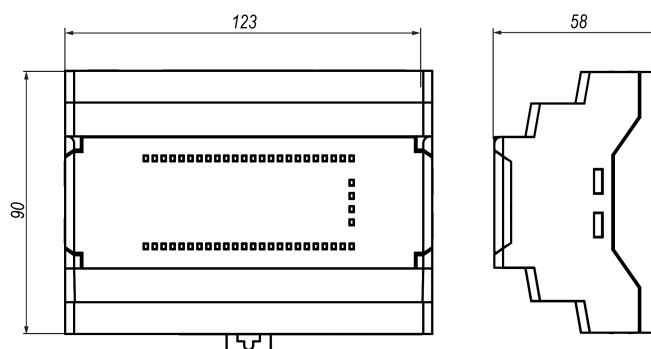

Рисунок 4.1 – Габаритные размеры прибора
1. Подготовить на DIN-рейке место для установки прибора в соответствии с размерами прибора (см. рисунок 4.1).